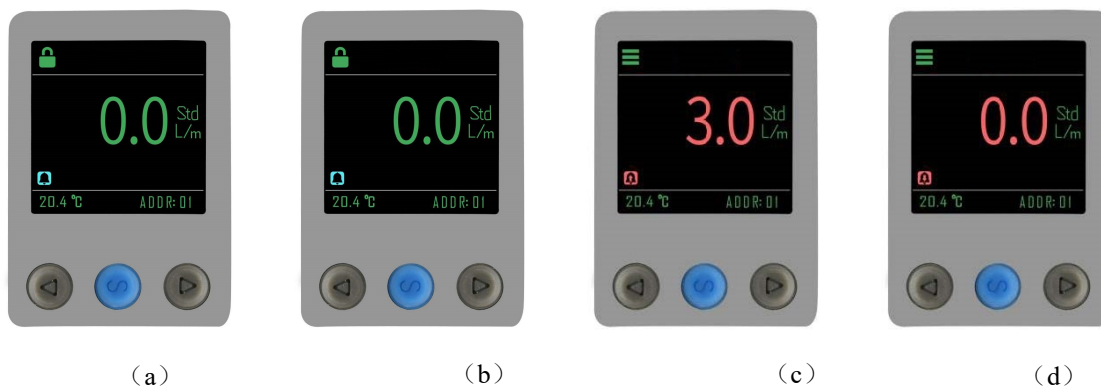

图9. 报警功能说明图（以SKD5004无温度带显示为例）
上电后传感器进入主界面，如图 9(a)所示，如需设置报警状态，则需长按中间的蓝色按钮 2 秒后进入设置菜单页面，按左右两个三角按钮上下切换功能选项。
1. 当报警开关开启时，主界面会出现一个报警铃铛，如图9(b)所示。
3. 当流量超过设置的流量上限或者下限值时，主界面会出现一个箭头向上或者向下的铃铛，同时字体颜色也变为红色，如图9(c)和图9(d)所示。